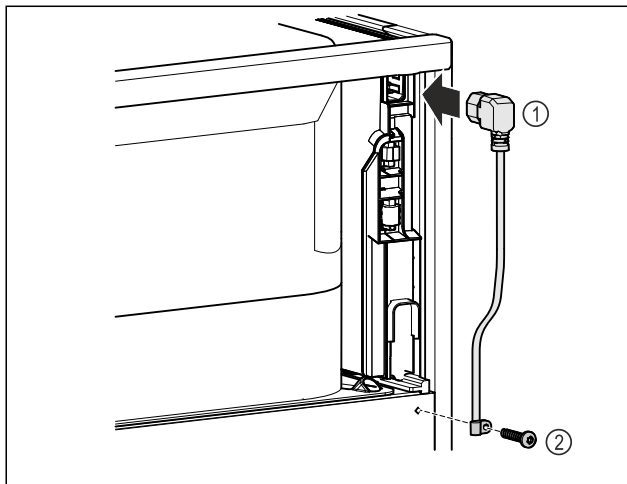

Fig. 7
- ▶ Kaltgerätebuchse der Netzanschlussleitung Fig. 7 (1) auf der Rückseite des Gerätes einstecken.
- ▶ Zugentlastung montieren. Fig. 7 (2)